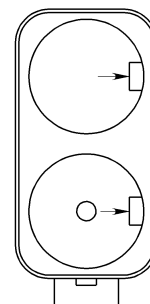

Рис. 3. Отсек батарейный
3.4.2. Новые элементы питания (2 шт.) типоразмера D необходимо установить в отсек батарейный 14 (рис. 8), в соответствии с полярностью, указанной на внутренней стороне крышки отсека. Для открытия крышки батарейного отсека необходимо повернуть ручку крышки в положение «ON». Для выемки разряженных элементов питания необходимо отогнуть удерживающие прижимы (показано стрелками на рис. 3).